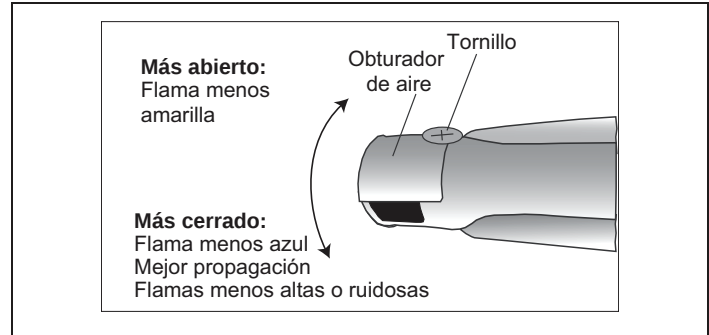

Figura 12: Ajuste del obturador de aire (en caso necesario)
Inspeccione la flama de los quemadores de la hornilla mientras están encendidos. Vea la Figura 11 para conocer las características de una flama apropiada. Si la flama es casi o completamente amarilla, se debe ajustar los obturadores de aire de los quemadores de la hornilla. Vea la Figura 12 y el proceso de ajuste de la flama en la sección siguiente.
Los quemadores de gas en forma de tubo que se usan con los aparatos Thermador tienen un sistema de obturador de aire parecido al sistema ilustrado en la Figura 12 y se pueden ajustar utilizando el método siguiente (a no ser que no se recomiende). Hace falta quitar el quemador del aparato para ajustar los obturadores de aire.
- Ajuste el obturador en una posición más cerrada si la flama es demasiado alta o ruidosa, o si no se propaga bien. Ajuste el obturador en una posición más abierta si la flama es demasiado amarilla (vea la Figura 12).